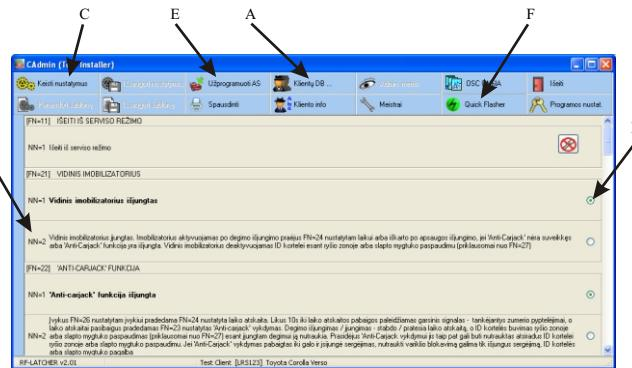

Рис. 3. «CAdmin». Okno установок.
- щелкните иконку «БД клиентов» (см. рис. 3-А);
- двойным щелчком на заново созданной записи клиента откройте таблицу с начальными заводскими установками системы тревожной сигнализации (см. рис. 3-В);
- для изменения установок щелкните иконку «Редакт. установки» (см. рис. 3-С) и в показываемом списке опций выберите желаемые установки (щелкните кружки выбора). Отмеченный кружок означает выбранную установку (см. рис. 3-Д);
- когда сделаны все изменения еще раз щелкните иконку «Редакт. установки» – выключится возможность изменения установок, щелкните иконку «Запрогр. ОС» (см. рис. 3-Е) – будет начата процедура обновления установок системы тревожной сигнализации;